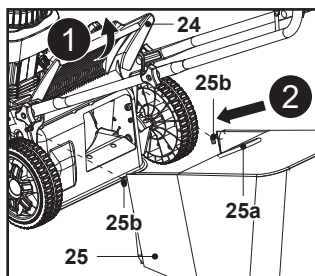

Fig. 5
3. Ouvrir le déflecteur arrière (24) et le maintenir ouvert (Fig. 5, étape 1).
4. Transporter le bac de ramassage (25) par sa poignée de transport (25a).
5. Aligner les deux crochets du bac de ramassage (25b) sur les fentes et y accrocher le bac de ramassage (25) (Fig. 5, étape 2).
6. Relâcher ensuite avec précaution le déflecteur arrière (24).